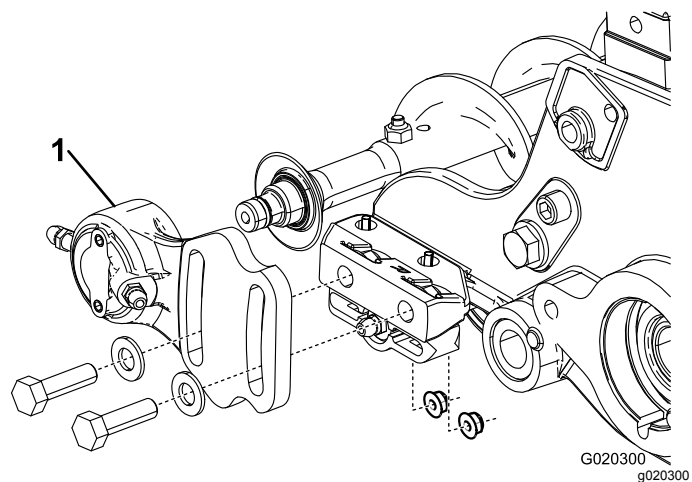
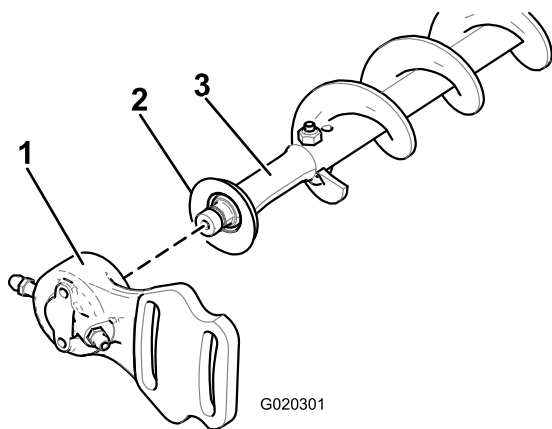

図 30
図 31
定しているボルト2本を外す 図 30と 図 31。
シールをシャフトから取り外す 図 31。
9. 非駆動側ベアリングハウジングとエクスクルーダシールをブラシシャフトに取り付ける 図 31。